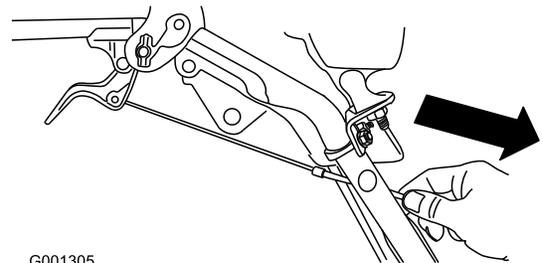

Bild 9
4. Ziehen Sie den Kabelmantel vorsichtig nach unten, bis der Radkupplungshebel unten ist, und das Kabel kein Spiel mehr hat. Ziehen Sie dann die Mutter an der Kabelklemme fest (Bild 9).